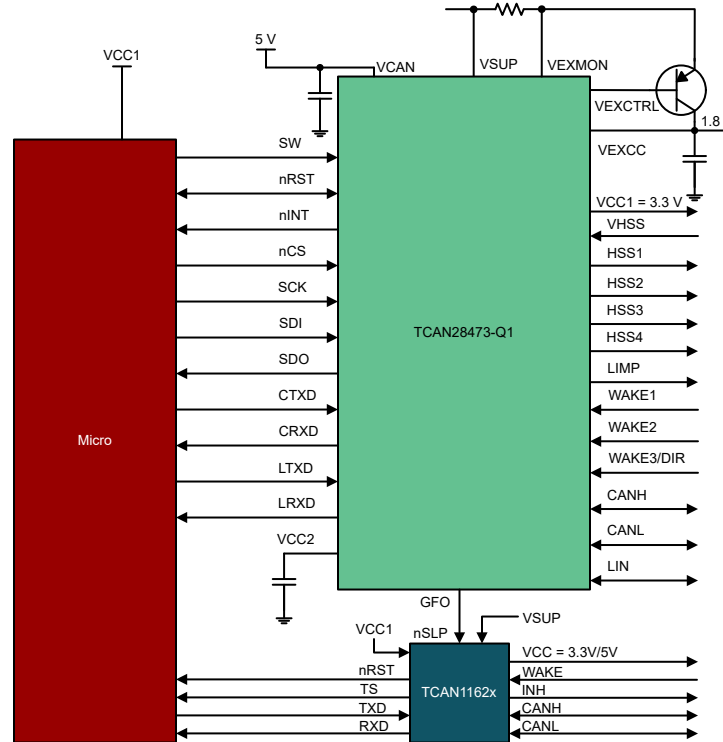

图 10-7. 使用 CAN FD SBC 进行通道扩展
- 可以通过使用 TCAN2847x-Q1 和 TCAN1162x 实现带 CAN 收发器的第二个 SBC，请参阅图 10-7
节 10.1.3.2 展示了有关 TCAN2844x-Q1 如何控制外部 CAN FD 收发器的简要图。当 LDO 在睡眠模式或在各种故障条件（如热关断）下关闭时，CAN FD 收发器将断电。要配置 TCAN284x-Q1 以控制 CAN FD 收发器，需要配置以下寄存器和位。如果 5V 型号显示 VCC2 用于为 CAN FD 收发器供电，但也可以使用 VCC1。一个简单的 CAN SBC 还可以提供第二个 CAN 收发器，如图 10-7 所示